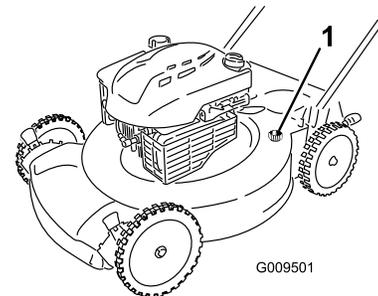

図 20
5. 洗浄ポートにホースを接続し、ホースを水道栓につなぐ 図 20。